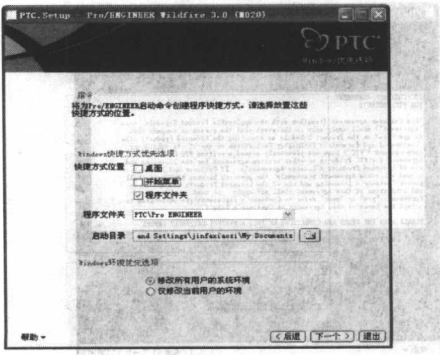
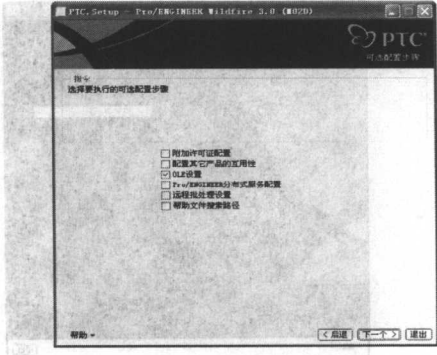
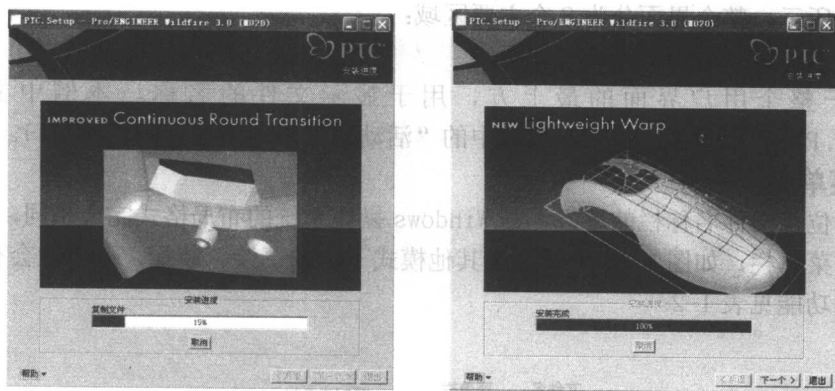

图 1-4 PTC OLE 服务器
图 1-5 可配置选项步骤
图 1-6 安装界面
(4) 在随后出现的 Windows 优先选项对话框（图 1-4）接受全部默认选项，并单击【下一个】进入下一对话框，如图 1-5 所示，单击【下一格】，开始安装（图 1-6），安装完毕后退出界面，完成安装。